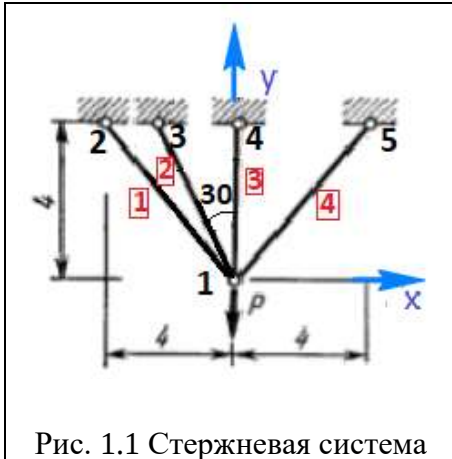
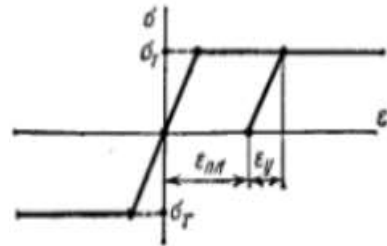

Рис. 1.1 Стержневая система
Рис. 1.2 Диаграмма Прандтля.
1. Определить предельные нагрузки для стержневой системы (рис.1.1), работающей в упругопластической стадии. Материал системы подчиняется диаграмме Прандтля (рис.1.2). Модуль упругости и площадь поперечного сечения: $E = 2 \cdot 10^8 \text{ кН/м}^2$; $r = 0.02 \text{ м}$; $F = \pi \cdot r^2$.